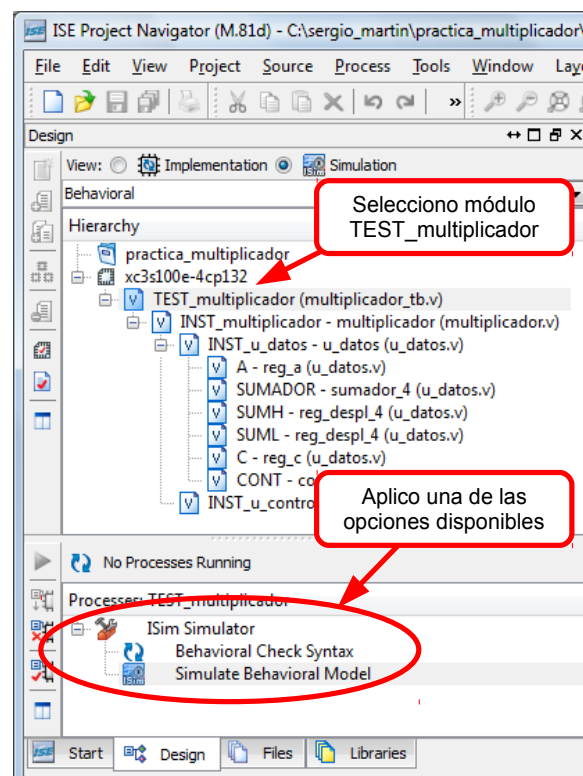

Figura 9. El módulo de testbench *TEST_multiplicador*
5. Por último se va a realizar la simulación del multiplicador y se va a verificar su correcto funcionamiento. Para ello siga los siguientes pasos (fíjese bien en la figura 9):